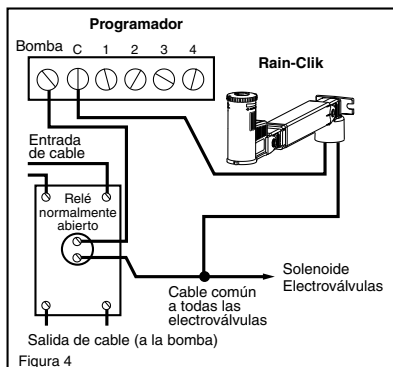

Figura 4
- B. Electroválvulas de 24 voltios con arranque de bomba. (Ver Figura 4)